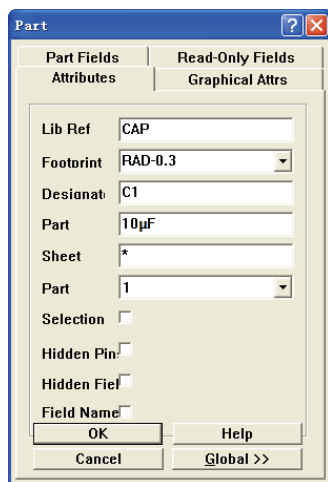

图 4-122 “Part”对话框
1) 双击电容的原理图符号，打开“Part”对话框，在“Attributes”选项卡中的“Designator”文本框内输入 C1，在“Footprint”下拉列表框内选择“RAD-0.3”，在“Part”文本框内输入 10 μ F，如图 4-122 所示。设置完成后单击  按钮退出对话框。